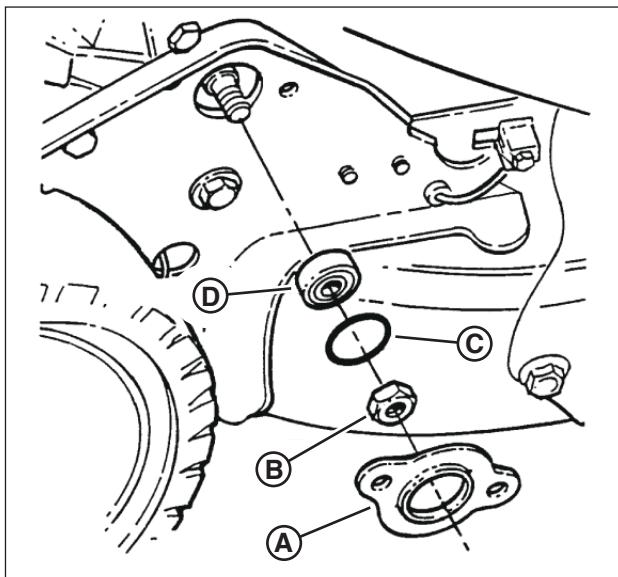

Figura 32: Reemplazo del cojinete del eje hexagonal
2. Retire la contratuerca hexagonal de 3/8" (**B**, Figura 32), ubicada en el exterior del soporte derecho de la rueda.